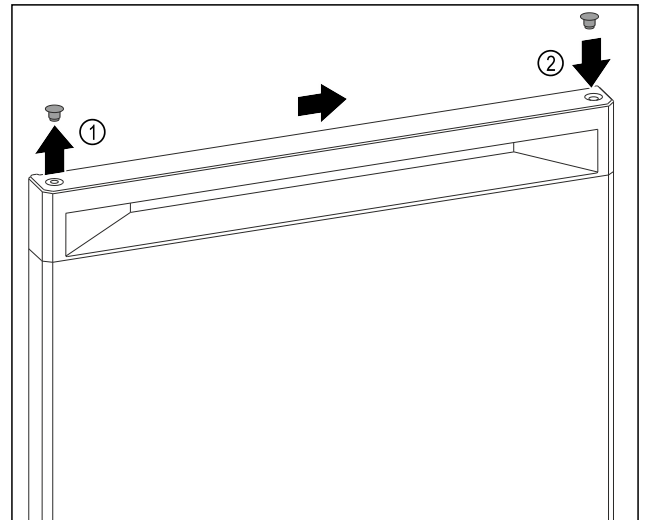

Fig. 7
- Abdeckstopfen der Türoberseite Fig. 7 (1) vorsichtig mit Schlitzschraubendreher anheben.
- Abdeckstopfen auf der Gegenseite einsetzen. Fig. 7 (2)